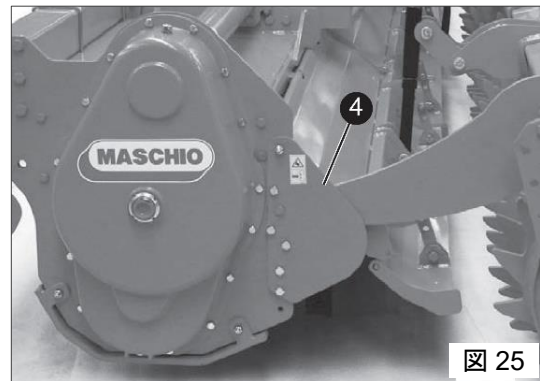

図 25
コンベヤ(図 25 の④)の機能は、ロータリー碎土空間の内部に土を保持して、土にうまく働きかけて、本機の両側に土の堆積が残るのを防ぐことにあります。コンベヤは、均し板と外側との間の間隔を塞ぐ、保護機能も備えています。